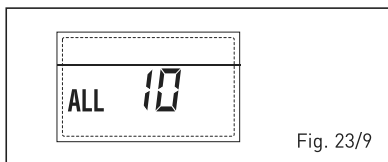

Fig. 23/9
- **INTERVENCIÓN SONDA HUMOS “ALL 13” (fig. 23/10)**